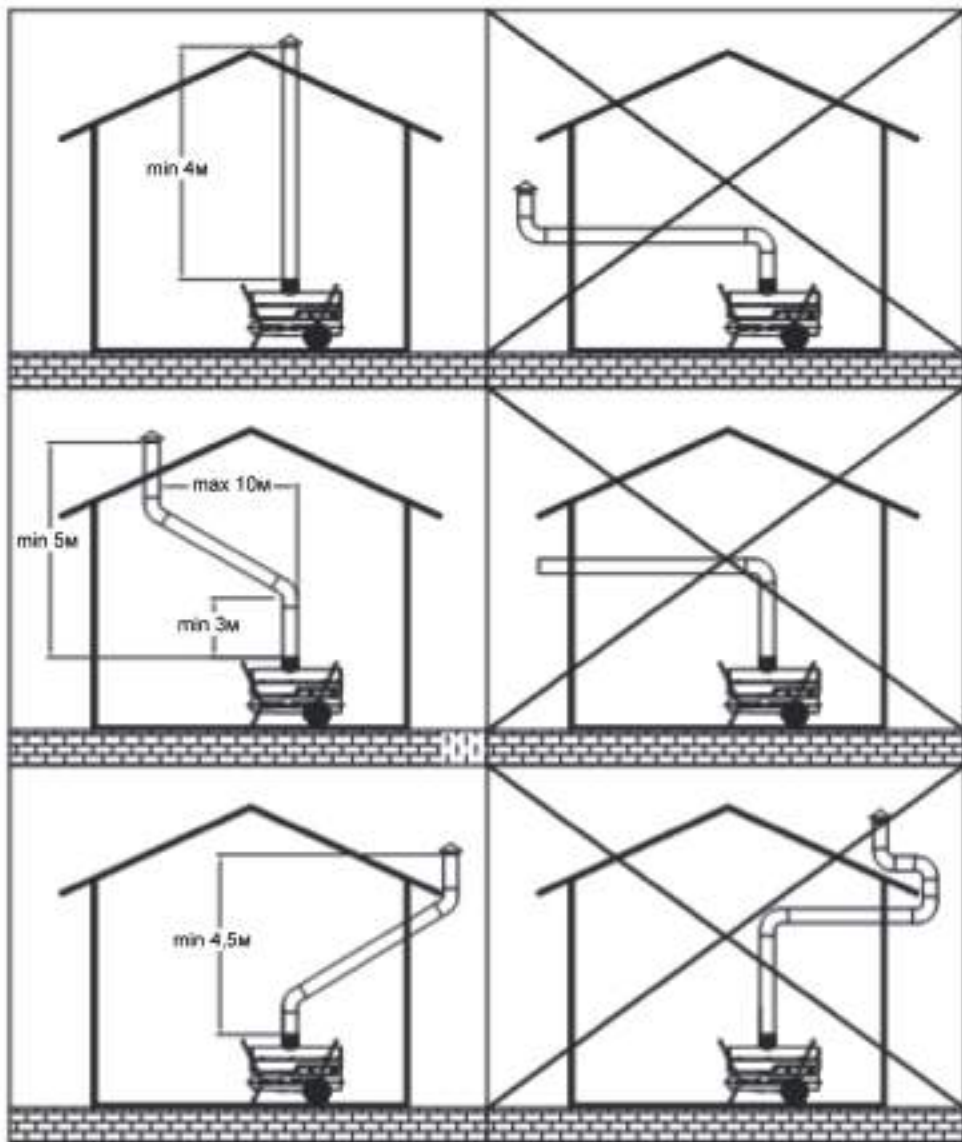

Рис. 4
- Присоедините пушку к вытяжной трубе или к вентиляционному каналу, как показано на Рис.4.